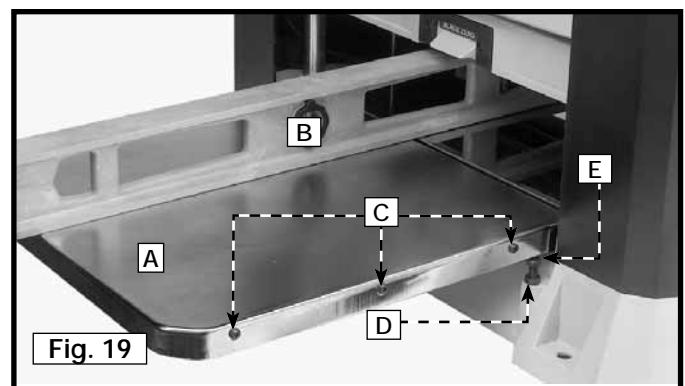

Fig. 19
Para lograr un rendimiento óptimo, las extensiones de la mesa, una de las cuales se muestra en (A), Fig. 19, deben estar niveladas con la mesa de la cepilladora. Para verificar y ajustar:
- Coloque una regla recta (B), Fig. 19, sobre la mesa de la cepilladora de forma que un extremo de la regla recta sobresalga de la extensión de la mesa de avance de entrada (A) de la manera que se muestra en la ilustración. Realice una comprobación para ver si la extensión de la mesa está nivelada con la mesa de la cepilladora en ambos extremos de la extensión de la mesa.
- Si es necesario realizar un ajuste, afloje la tuerca de fijación (D) y ajuste el tornillo de tope (E) en cada extremo de la mesa (A) hasta que la extensión de la mesa esté nivelada con la mesa de la cepilladora. Cuando se encuentren el mismo nivel, apriete la tuerca de seguridad.